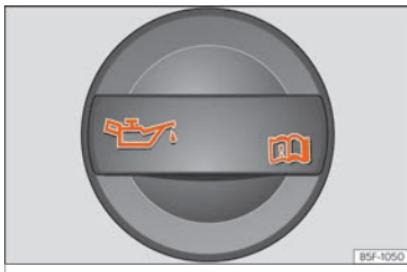

Fig. 200 Tapón de la boca de llenado de aceite del motor en el vano motor.
- Desenrosque el tapón de la boca de llenado de aceite del motor ➤ **fig. 200**.